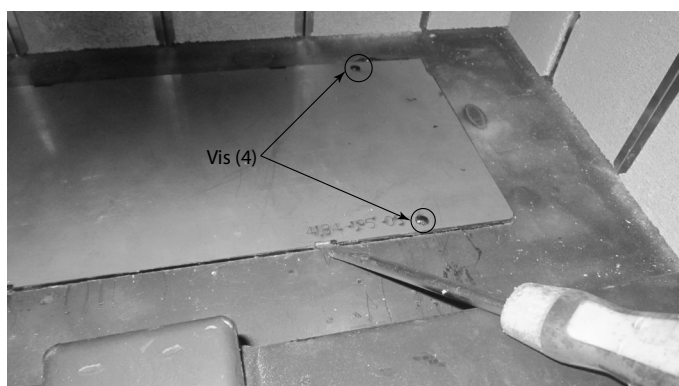

Figure 4.10 Ouvrez la porte d'accès avec un levier
2. Retirez les quatre (4) vis à tête Allen de 4 mm (5/32 po.) et ouvrez la porte d'accès avec un tournevis à lame plate. Voir la figure 4.10 et retirez-le.